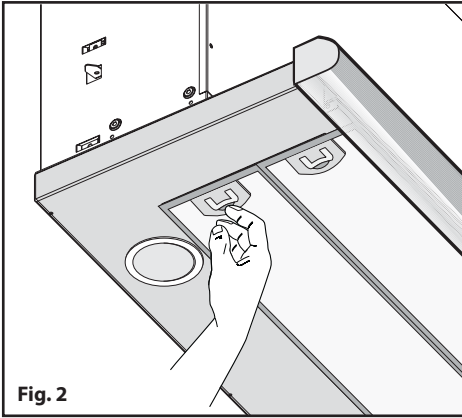

Fig. 2
- Per una più facile manovrabilità dell'apparecchio disinserire il filtro/i antigrasso (**Fig.2**).